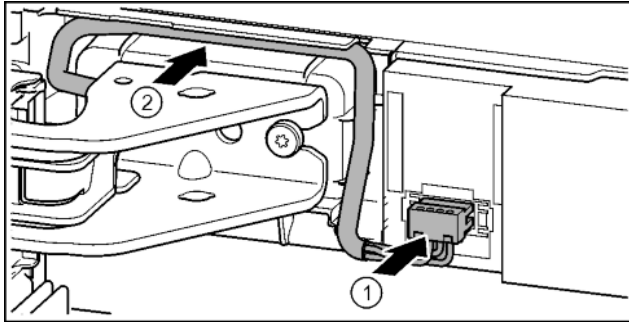

Fig. 36
- ▶ Stecker über oberen Lagerbock einrasten und Kabellitzen vorsichtig in Kanal legen. Fig. 36 (1)
- ▶ Graues Kabel vorsichtig in der Führung über dem oberen Lagerbock verlegen. Fig. 36 (2)